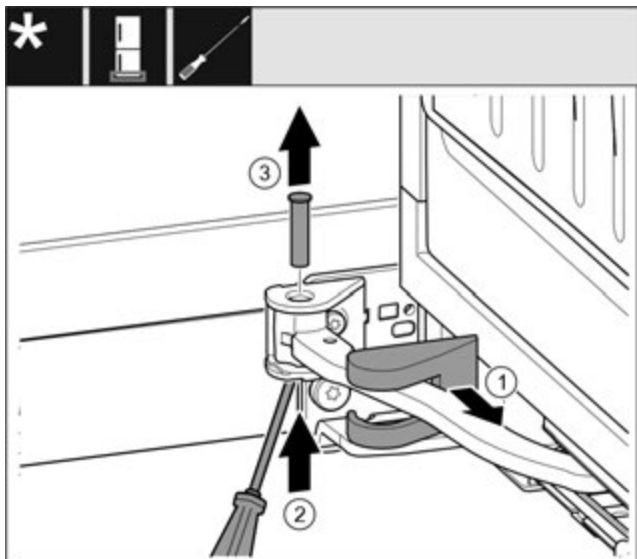

Fig. 15
- ▶ Зніміть кришку опорного кронштейна та перемістіть вздовж шарніра. Fig. 15 (1)
- ▶ Рукою чи викруткою підійміть палець знизу. Fig. 15 (2)
- ▶ Перемістіть викрутку під голівку пальця і витягніть. Fig. 15 (3)